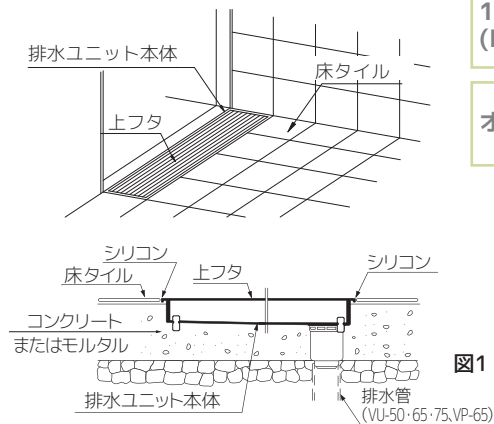

図1
- 注意** ①排水ユニットを仮据えし、床仕上げ面の勾配に揃えてください。
②排水管の内面もしくは外面に接着剤を塗布し、排水ユニット（トラップ排水口）を落とし込んでください（図1）。
③上フタを排水ユニット本体にセットしてからモルタルで固定、もしくはアンカー材溶接にて固定してください。
排水ユニット周囲と仕上げ材の間にある程度のすき間を設けるように床仕上げをおこない、すき間はシリコンでコーキングしてください（図1）。